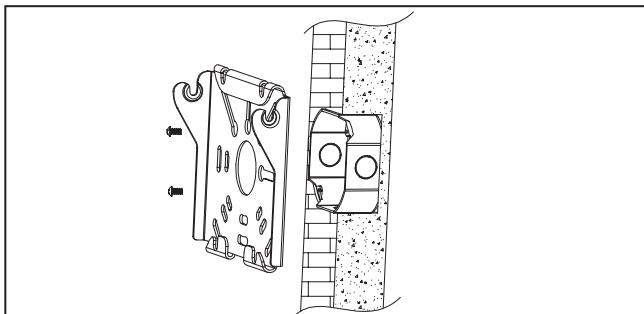

Figura 2
2. Utilice tornillos de montaje (no suministrados) para fijar la placa de montaje a la caja de conexiones (no suministrada). Tenga en cuenta que los ganchos para colgar los tornillos deben estar orientados hacia afuera una vez instalados. (Figura 2)